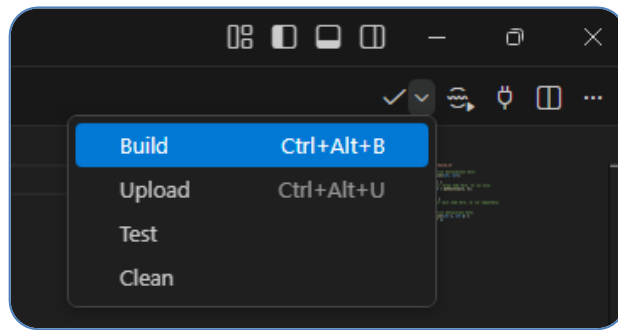

Рис. 1.14. Збірка проекту
- g. Натисніть іконку **Checkmark** (галочка), щоб зібрати проект (Build) (рис. 1.14).